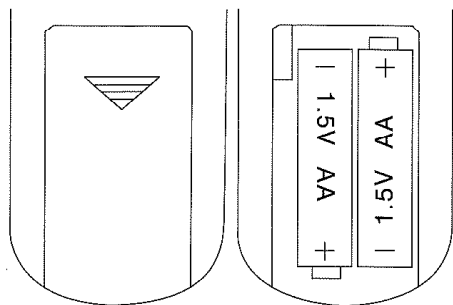
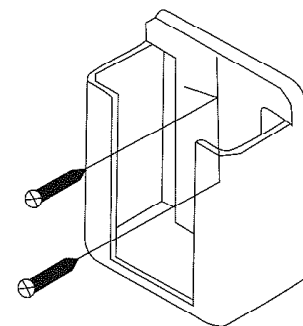

Fig. 3
Fig. 4
3. Para trocar as baterias do controle remoto abrir o compartimento da bateria, pressionando a tampa com o dedo eo polegar na direção da seta. (Alimentado por dois pilhas 1.5V / AA). (Fig. 3). Você pode instalar o suporte remoto, fixando-o com dois parafusos. (Fig. 4)